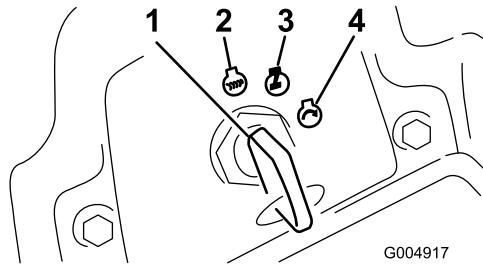

Figure 44
6. Tournez la clé dans le sens horaire en position Contact(Figure 44).
4. Tournez la clé de contact à la position arrêt (Figure 44). Attendez l'arrêt de toutes les pièces mobiles avant de quitter la position d'utilisation.